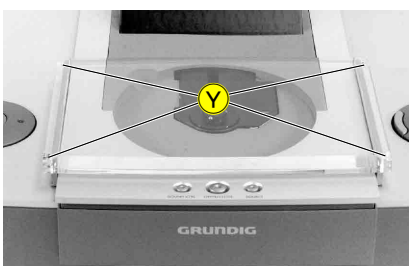

Fig. 10
- 4 Schrauben (Y) herausschrauben und CD-Abdeckung abnehmen (Fig. 10).
- Undo 4 screws (Y) and remove the CD cover (Fig. 10).